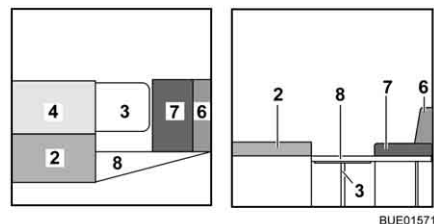

Fig. 159 Durante la trasformazione
- Posizionare il cuscino dello schienale (Fig. 159,4) accanto al cuscino del divano (Fig. 159,2).
- Aprire i puntelli dell'allargamento letto (Fig. 159,8) e agganciare l'allargamento letto negli attacchi sulle cassapanche.